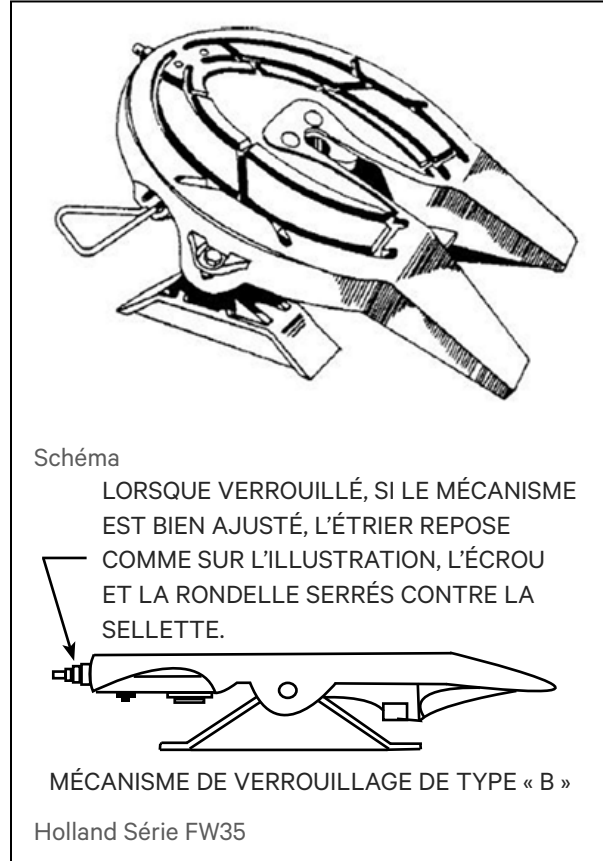

Figure 8 – Sellette
4. À mesure que le tracteur recule sous la plaque d'attelage de la remorque, la remorque devrait monter sur la sellette et, ce faisant, cesser de reposer sur ses béquilles. Continuer de reculer jusqu'à ce qu'il y ait un cognement. Celui-ci devrait indiquer que le pivot d'attelage est bien engagé dans les mâchoires de la sellette et que le mécanisme de verrouillage est enclenché. Consulter le manuel du propriétaire du tracteur pour connaître le type et le modèle de sellette dont il est équipé. Ce manuel indiquera la marche à suivre pour s'assurer que les mâchoires de la sellette sont complètement refermées. La Figure 8 présente le mécanisme de verrouillage de la sellette Holland Série FW35, utilisée à l'arrière de la remorque de tête.